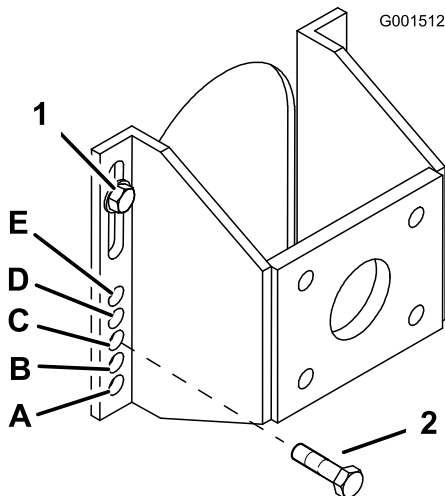

Figura 19
5. Afloje, sin retirarlos, los 2 pernos superiores del eje (Figura 19).
6. Retire los 2 pernos inferiores del eje (Figura 19).
7. Eleve o baje el soporte de montaje para poder instalar los 2 pernos de ajuste del eje en el taladro deseado (Figura 19). Utilice un punzón cónico para ayudar a alinear los taladros.